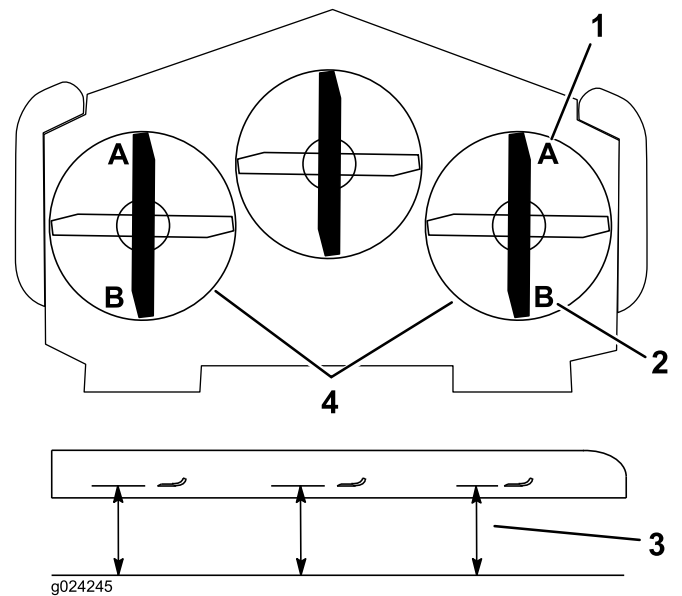

Figura 83
- Su ambo i lati del piatto di taglio, misurate dalla superficie piana all'estremità anteriore della lama (posizione A) (Figura 83).
Nota: La misura deve essere di 7,6 cm; fate riferimento a Figura 83.
14. Su ambo i lati del piatto di taglio, misurate dalla superficie piana all'estremità posteriore della lama (posizione B). Verificate che la misurazione sia 8,3 cm (Figura 83).